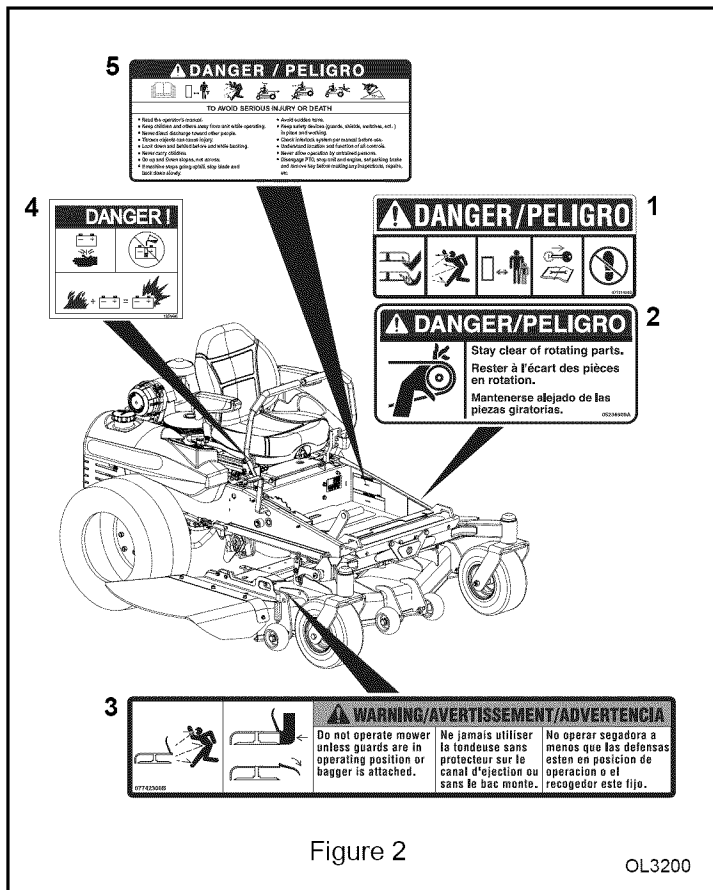

Figure 2
TOUJOURS remplacer les autocollants de sécurité manquants ou abîmés. Voir Figure 2 pour les emplacements des autocollants.
**AVERTISSEMENT : NE PAS** retirer ou cacher les autocollants de DANGER, PRUDENCE ou d'instructions. Remplacer les autocollants illisibles ou manquants. Ils sont disponibles chez votre concessionnaire. L'emplacement des autocollants de sécurité figure en figure 2.